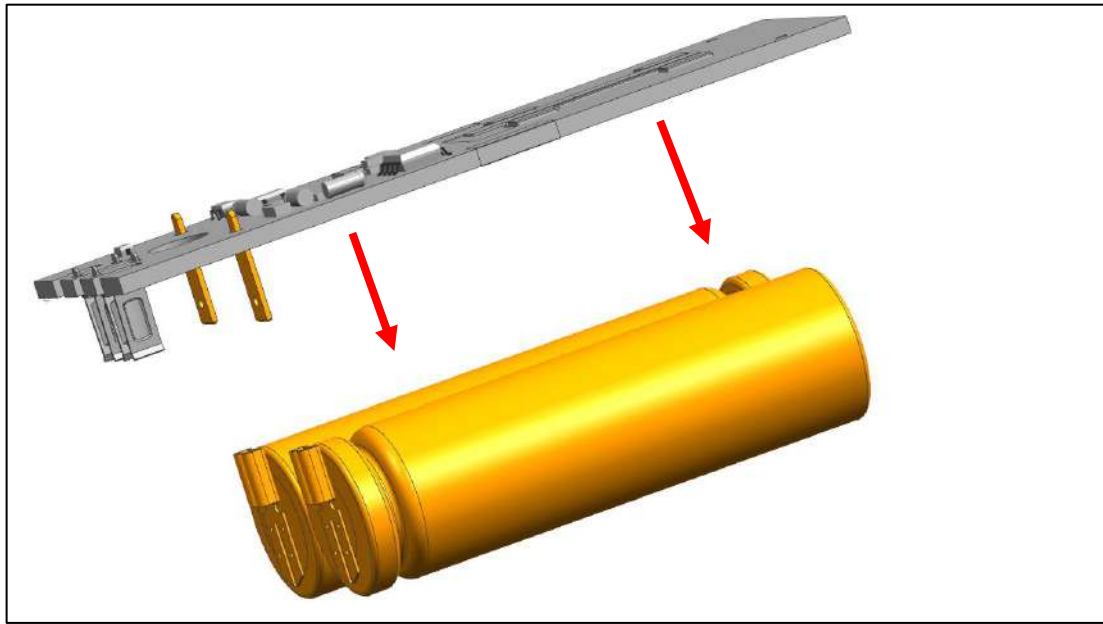

Abb. 29
b) Ziehen Sie den Akku mit den Akkupins von der Platine ab (Abb. 29).